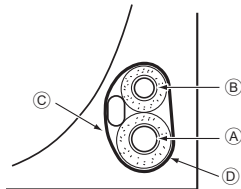

Fig. 4-4
4.3.1. Plaatsing in de leidingruimte van het apparaat (Fig. 4-4)